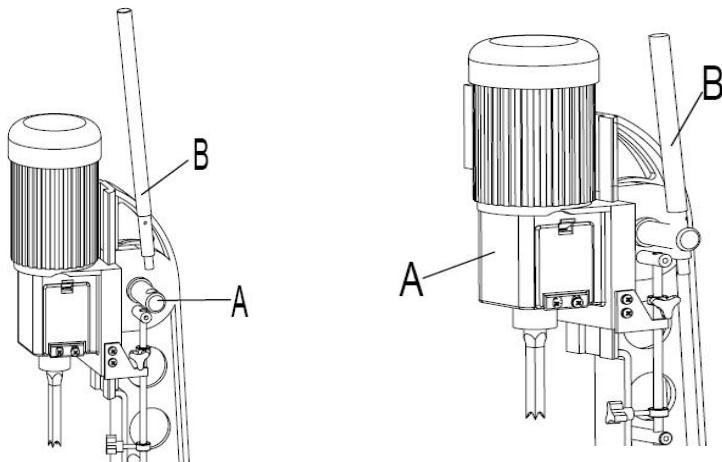

Fig. 2 Fig. 3
2. Assembler le moyeu de l'ensemble poignée (A) , Voir la figure 2